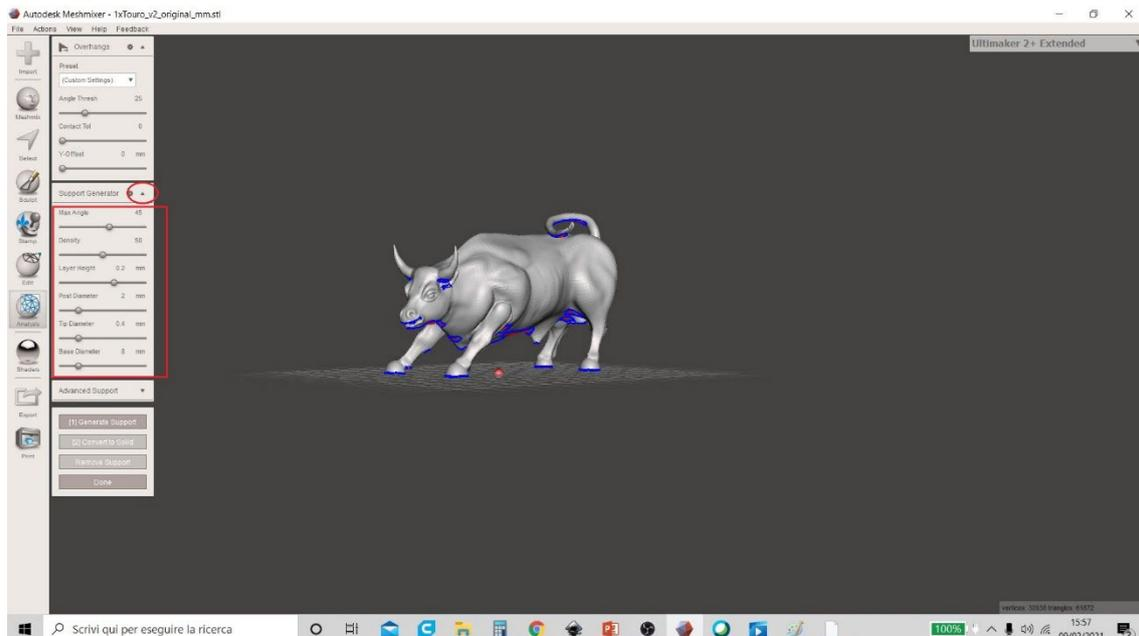

Figura 30 Meshmixer
5. L'utente ha la possibilità di modificare molti parametri. Per visualizzarli tutti e interagire con il Software, l'utente deve fare clic sulla freccia nel menu "Generatore di supporto" e verrà visualizzato un menu a discesa con tutte le voci: "Angolo massimo", "Densità", "Altezza strato", "Diametro post", "Diametro punta" e "Diametro base" (Figura 30 Meshmixer).